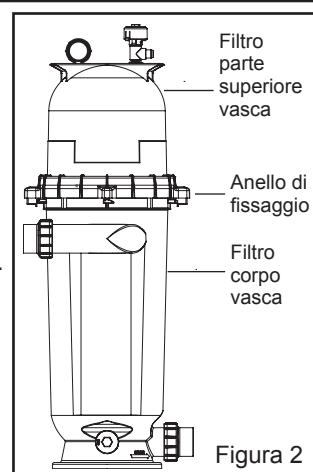

Figura 2
2. Accertarsi che la guarnizione circolare sia in posizione nella metà inferiore della vasca. Posizionare il coperchio del filtro sopra la metà inferiore della vasca, accertandosi che sia saldamente e completamente poggiato sulla stessa; cfr. Figura 2.